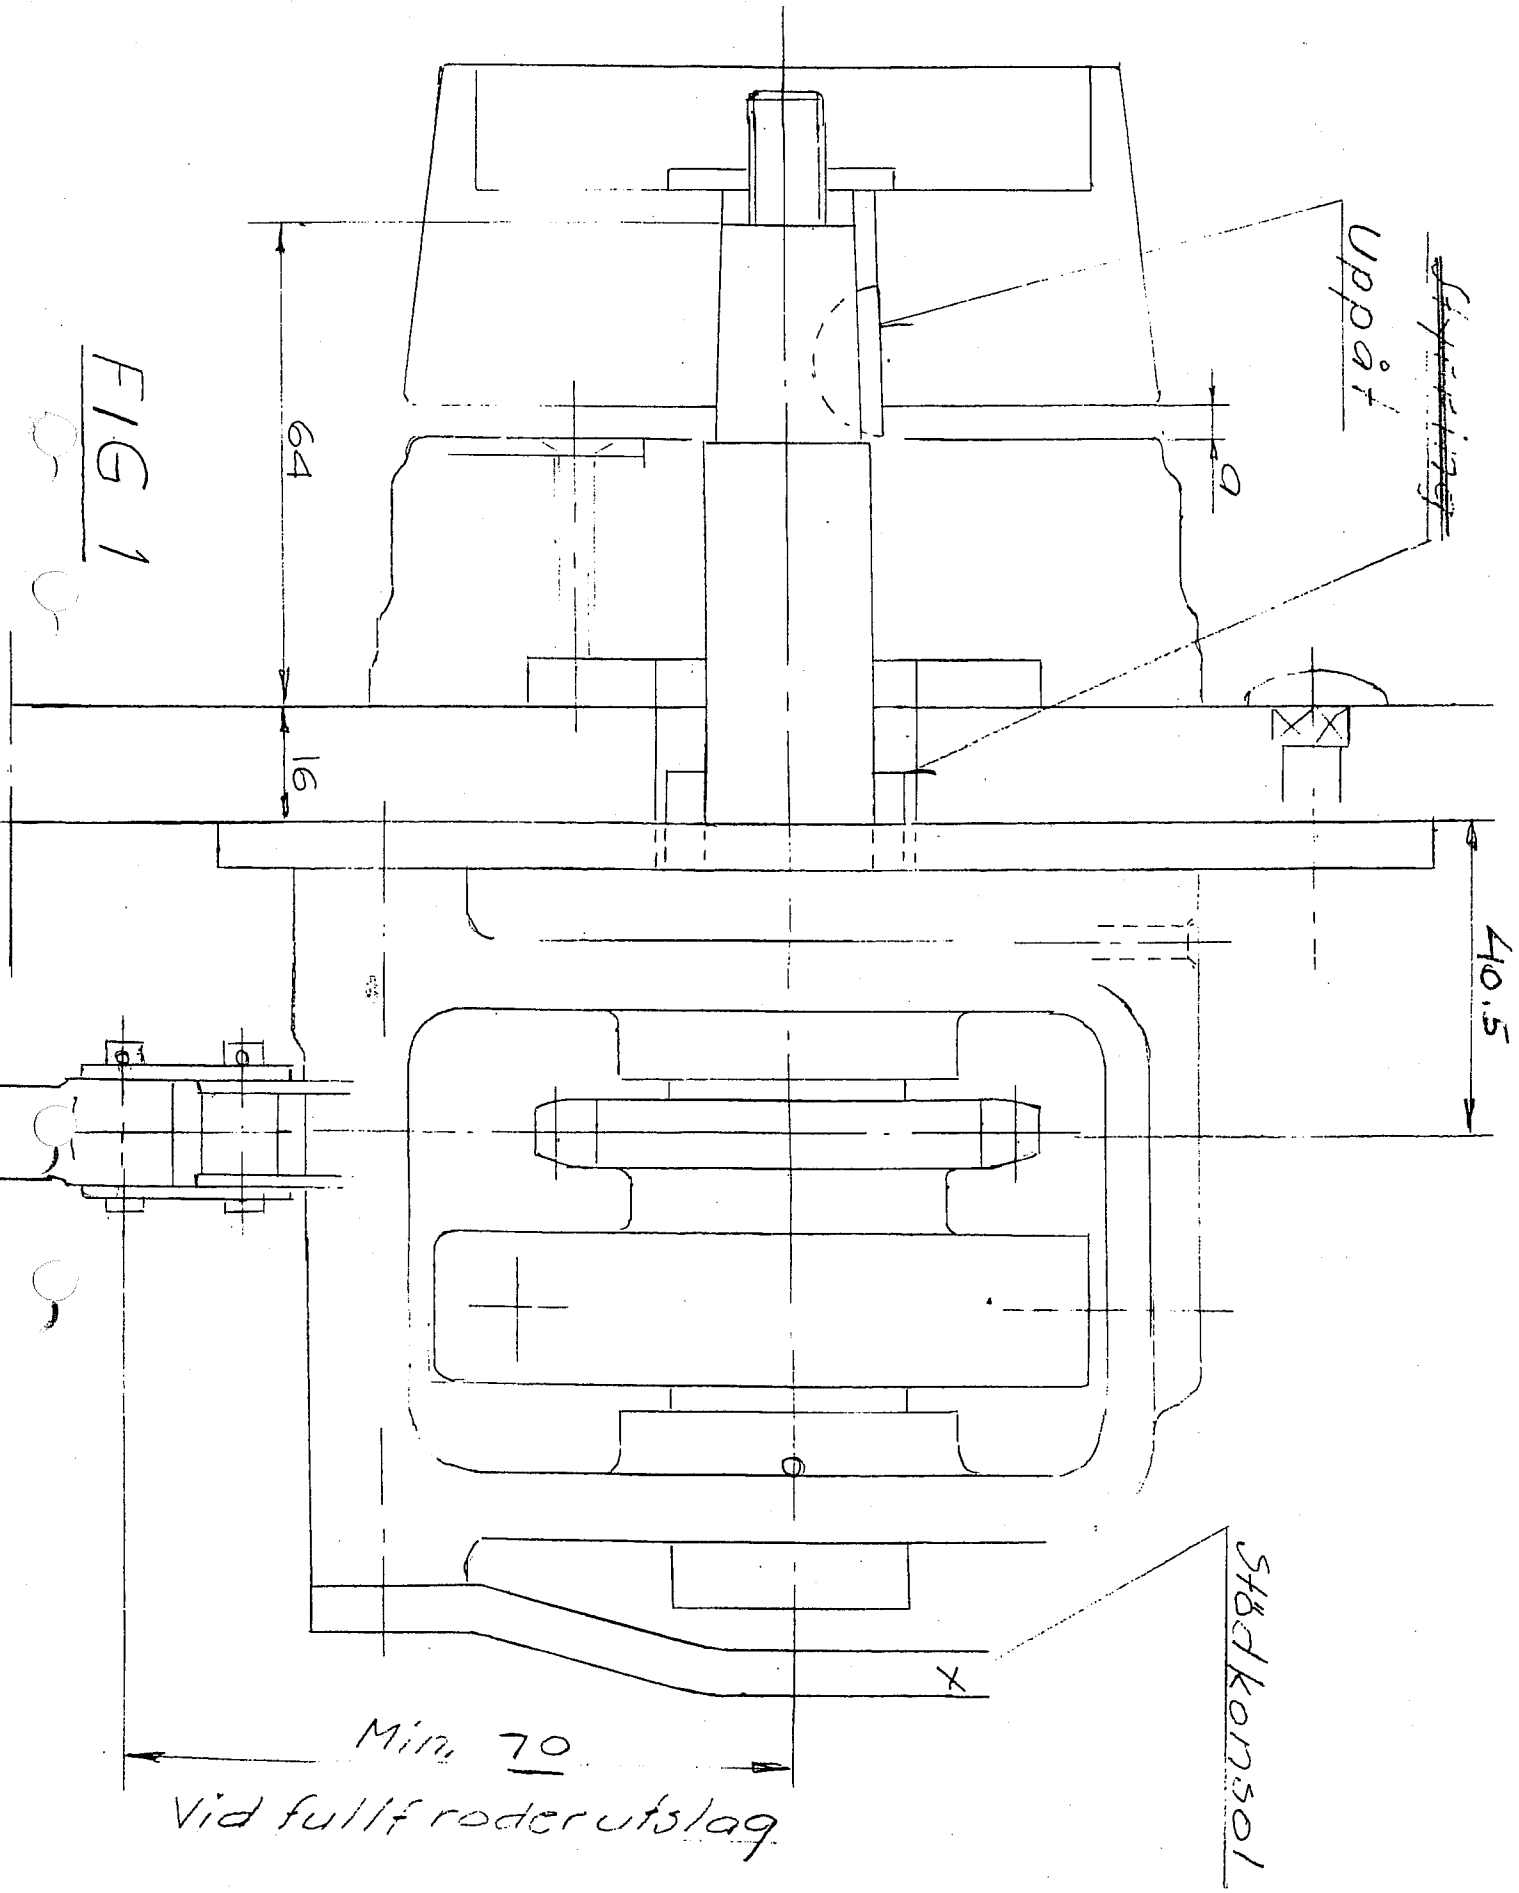

FIG 1
2. Kontrollera att vägg tjockleken, där styrhuset fästes, är ca 16 mm vilket är den tjocklek som styrhuset är konstruerat för. (Se fig. 1).
3. Plugga och plasta de tre hålen från den "gamla" styrningens infästning. Hål för styraxel har oförändrat läge och bestämmer därmed nya styrningens läge. Hållets storlek, för styrningen enligt fig 1, skall vara minst 34 mm i diameter.
Styrhuset fästes till väggen med tre M8-bultar, varav en är vagnsbult. Tre hål med diameter 8,5 mm borrar alltså för dessa bultar. Hålen borrar med uppmärkning från styrhuset. Tillse att styrhuset monteras så lodrätt som möjligt. Om styrningens infästning inte känns fast (klen vägg ex vis) kan uppstyvning göras med en konsol i husets framända (Se fig. 1).
Styrkablarnas ändfästen fästes i botten, under bordet, genom två hål 19 mm diameter (3/4 tum) enligt följande: I båtens längdled (40,5 mm) från styrhusets fastsättningsplan, (fig 1). Viktigt att kabelfästena placeras så att kedjan linjar noga till kedjehjulet (fig 1 o 2).
Kilen på styraxeln placeras uppåt (fig 1) och axeln låses i detta läge med bromsen. Montera kedjan så att kedjelåsarnas läge blir lika från durken (fig 2).